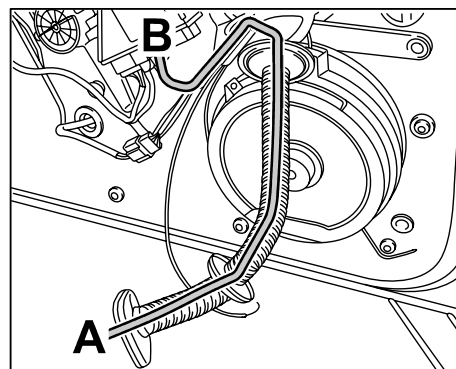

Bild 9
- 3.3 Leitung von Türstecker "TRKP2"  $\Rightarrow$  Bild 9 -A- durch den Schutzschlauch zum Türsteuergerät  $\Rightarrow$  Bild 9 -B- verlegen und fixieren.